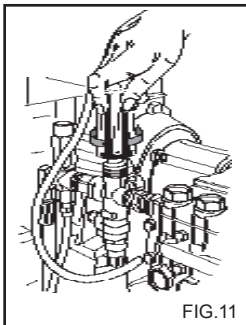

FIG.11
Este capítulo diz respeito apenas aos modelos equipados com o dispositivo "Regulador de pressão". O dispositivo regulador de pressão, fig. 11, permite regular a pressão de trabalho. Rodando o manípulo C no sentido inverso ao dos ponteiros do relógio (B) (mínimo) obtém-se uma redução da pressão de funcionamento